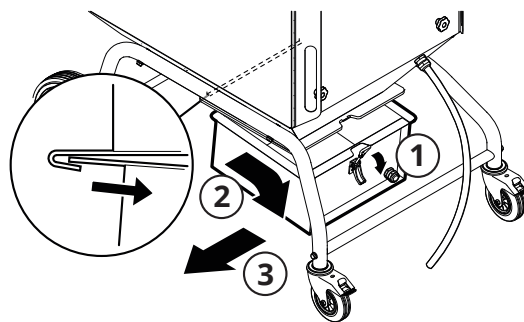

Fig. 27
- Lossa excenterlåset (1, **Fig. 27**), lyft upp pallyften mot kärlet och dra ut stoftkärlet (2, 3) med pallyften.
- Skjut in stoftkärlet under rasfickan, se **Fig. 27** som referens.